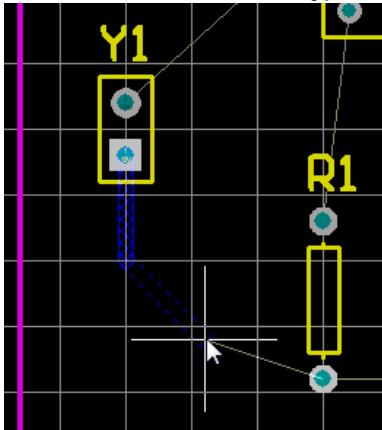

图6-26 手动布线检查文档工作区底部的层标签。Top Layer标签当前应该是激活的。通过按下*键，来在不退出走线模式的情况下切换到底层。此键在可用信号层中循环。Bottom Layer标签会被激活。
4. 将光标移向电阻R1底下的焊盘。注意：线段是如何跟随光标路径来在检查模式中显示的（图6-26）。检查的模式表明他们还没被放置。如果用户沿光标路径拉回，未连接线路也会随之缩回。在这里，用户有两种走线的选择：
6. 使用上述任何一种方法，来在板上的其他元器件之间布线。图6-26显示了一个手工布线的板。